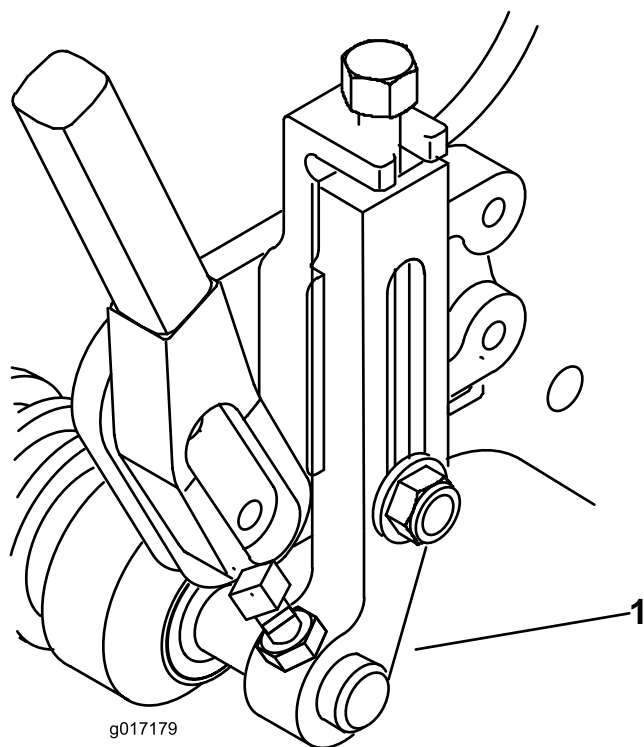

图2
- Greensmaster 1600 剪草机——从您的 Toro 授权经销商处获得 2 个新的剪草高度臂，并使用之前卸下的紧固件将它们安装到滚筒总成和侧板上（图2）。
- Greensmaster 800 和 1000 剪草机——将之前卸下的剪草高度臂转到向前的位置，并使用之前卸下的紧固件将它们安装到滚筒总成和侧板上（图2）。